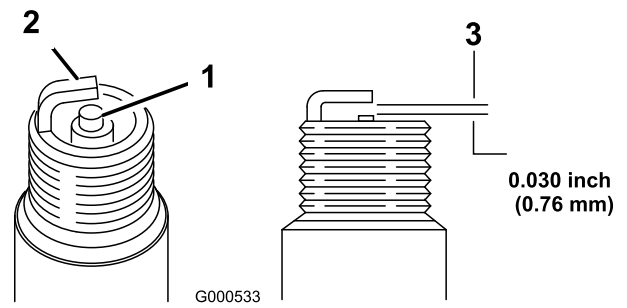

Bild 26
11. Stellen Sie den Elektrodenabstand auf 0,76 mm ein, wie in Bild 26 abgebildet.